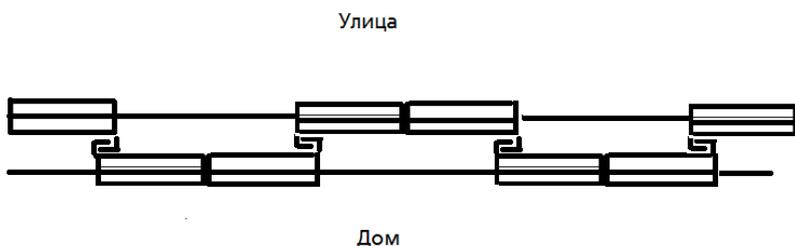

Рис. 9. Схема последовательности установки створок в проем
5. После монтажа рамы в проем и проверки геометрии силами 2х — 4х человек установить створки согласно схеме на рис. 9. При установке створок первым завести верх, после чего опустить низ створки на направляющие, регулировка створок не требуется.